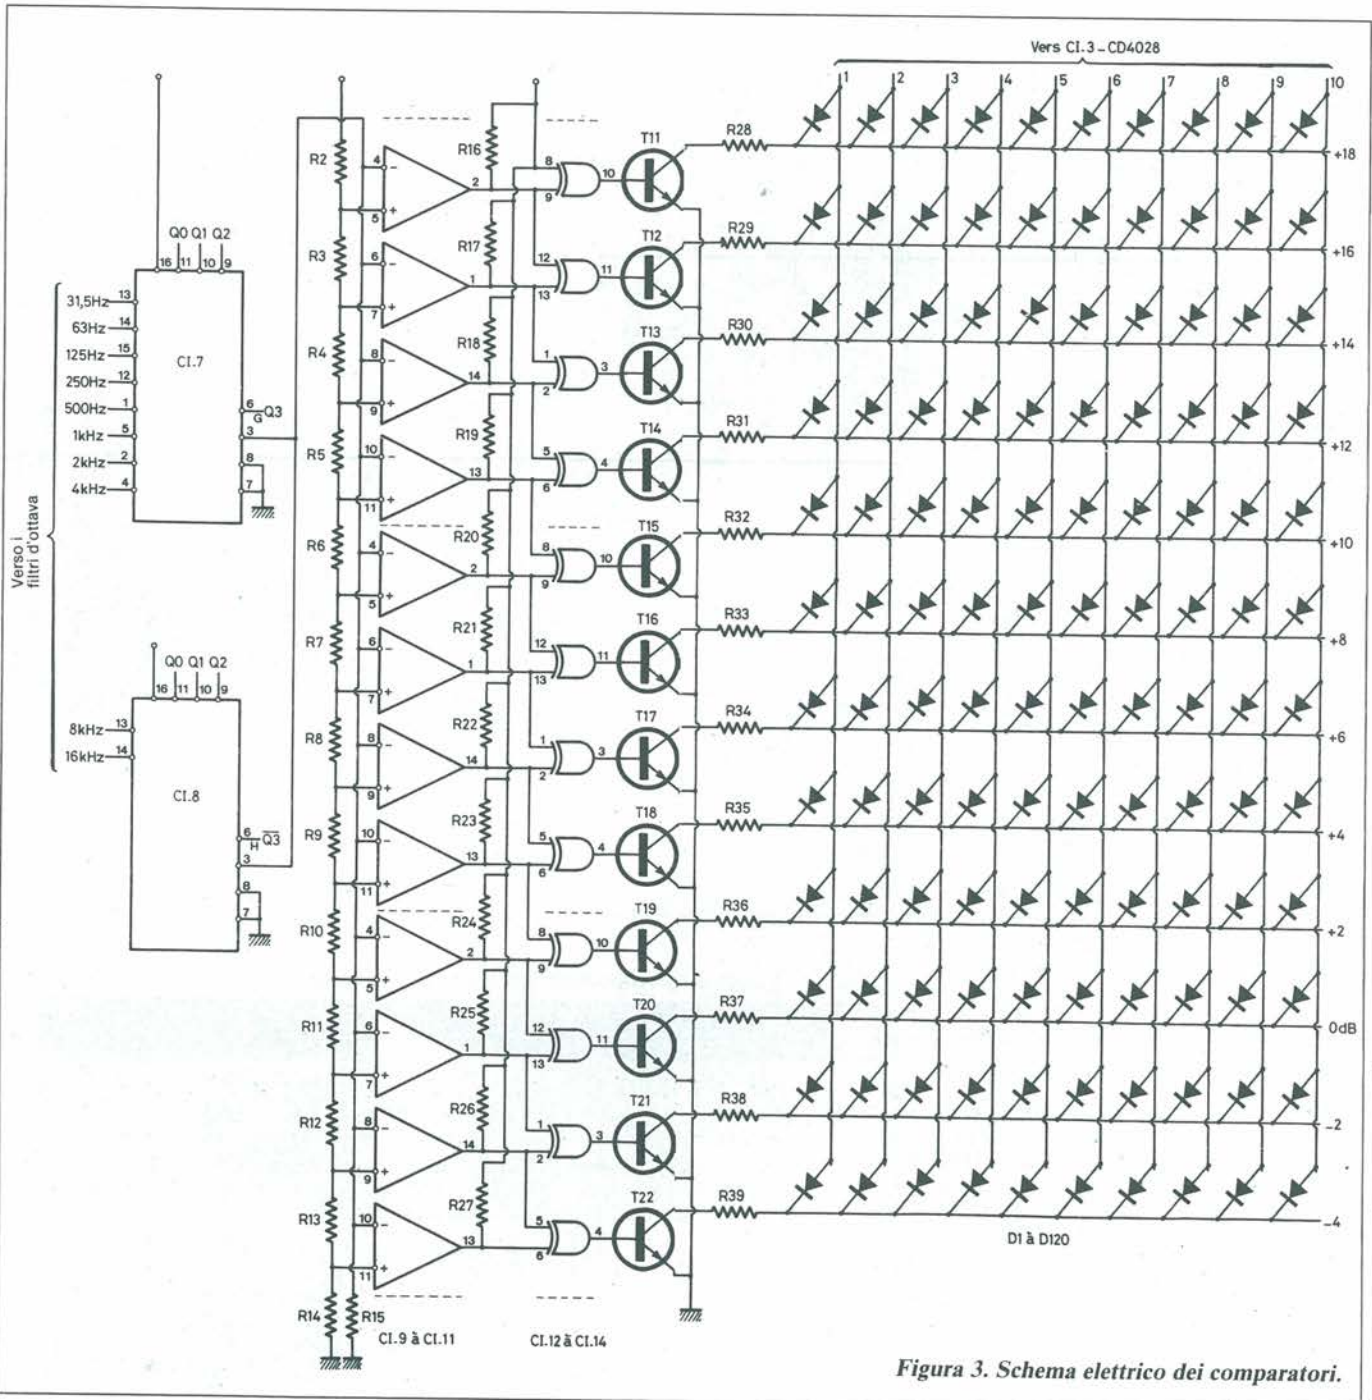

Figura 3. Schema elettrico dei comparatori.
binario CD 4520 (CI2), preceduto da un clock CD 4011 (CI1). Un contatore binario/decimale CD 40288 (CI3) controllerà ciascuna delle colonne tramite i transistori T1-T10, in sincronismo con i CD 4051. Lo schema dei comparatori, dei multiplex e della matrice è illustrato in Figura 3. Facciamo notare che all'uscita dei CD 4051 (piedino 3) è disponibile un segnale che, visualizzato su un oscilloscopio, darà una rappresentazione grafica delle dieci ottave della banda audio. Questo segnale non sarà però utilizzabile se non gli verrà data una ca-
**R54 ÷ R83:** vedi Figura 3
**C14 ÷ C23:** vedi Figura 3
**C24 ÷ C33:** vedi Figura 3